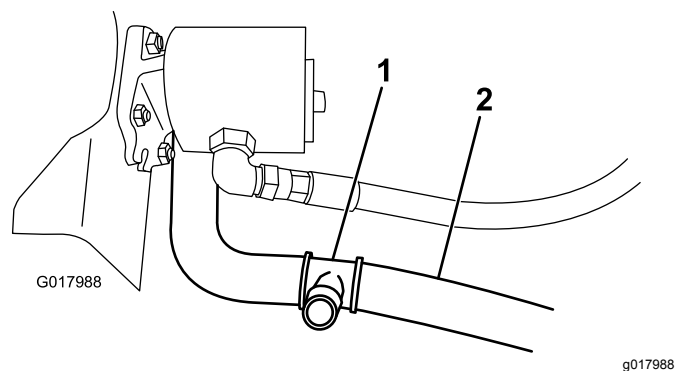

Рисунок 17
2. Разрежьте нижний шланг радиатора на расстоянии примерно 89 мм от средней линии шланга в месте изгиба на 90 градусов (Рисунок 17).
3. Вставьте тройник в разрез нижнего шланга радиатора, закрепив соединение с помощью двух широких шланговых хомутов (Рисунок 17).